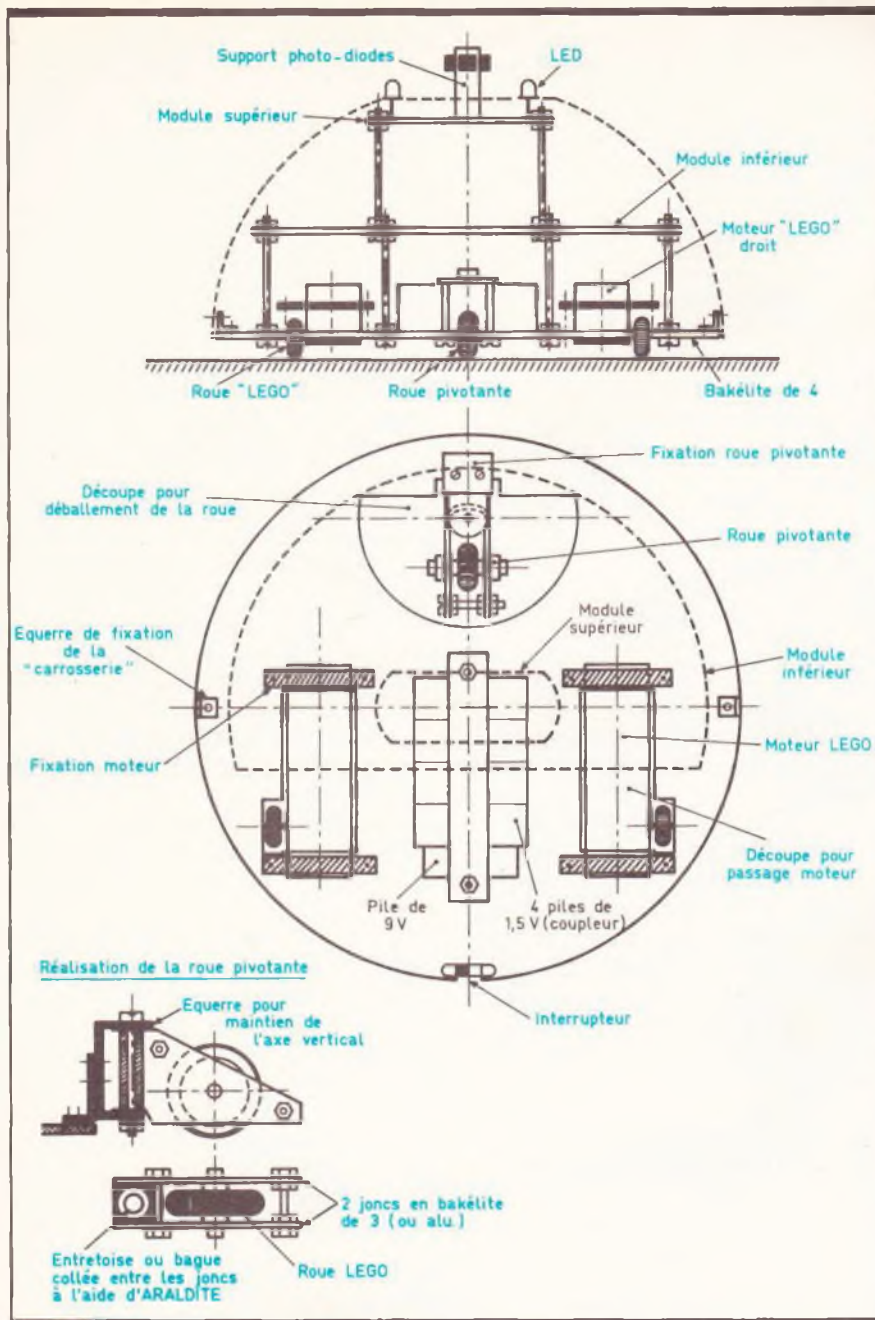

Fig. 11 Schéma général de montage du véhicule.
d) Montage du récepteur mobile (fig. 11)
vant un axe vertical, a également été réalisée à partir d'une roue Lego suivant les indications de la figure 11. Sur la partie arrière du disque a également été fixé le boîtier-coupleur de quatre piles de 1,5 V ainsi que la pile de 9 V. Un dispositif simple constitué d'un tasseau amovible permet de retirer la pile et le coupleur en vue du remplacement des piles.
Le module inférieur est fixé par-dessus les moteurs et les piles, au moyen de quatre vis de 4 mm et d'écrous formant entretoises réglables ainsi que le montre la figure 11. Le module supérieur prend appui sur le module inférieur également par le moyen de deux vis de 4 mm de diamètre; les liaisons entre les deux mobiles étant réalisées à l'aide de fils isolés en nappe. Le support des quatre photodiodes ainsi que les quatre LED de signalisation auront leur hauteur réglée de façon à être bien visibles de l'extérieur de la carrosserie. Enfin, et en partant des picots du module inférieur il y a lieu de réaliser les diverses liaisons vers les moteurs de traction, vers l'interrupteur double et vers les sources d'énergie. Bien entendu, à ce niveau il convient également d'apporter un soin très particulier au respect des polarités.